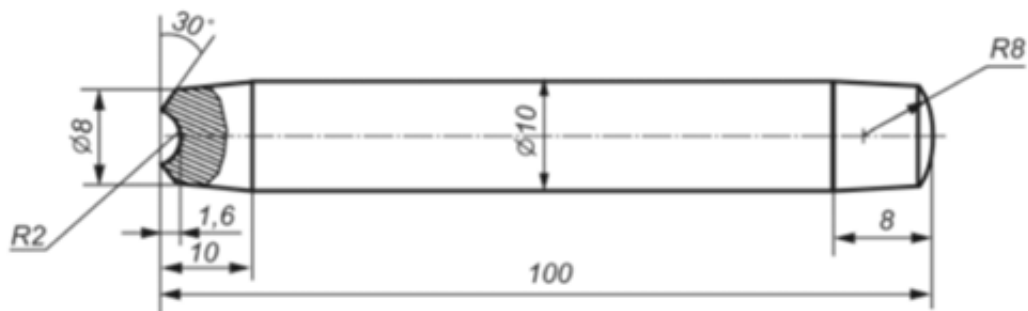

Рисунок 1. Обжимка ручная
14. По указанным данным, в *M 1:1* разработайте чертеж обжимки (Рис.1). Чертеж оформляйте на одном формате *A 4*, с указанием рамки и основной надписи.